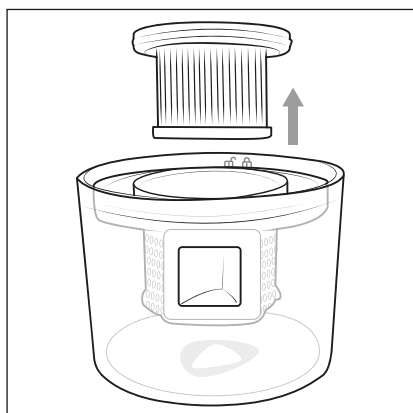

Fig. 5
- 2) Tag HEPA-filteret **5** ud af støvfilteret **6** med tommel- og pegefingern (fig. 5).